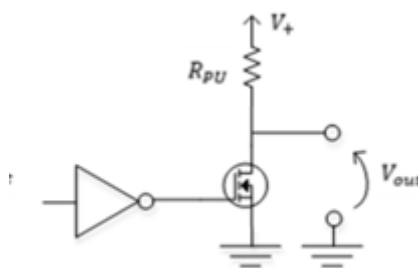

图 14
1.开漏输出最主要的特性就是高电平没有驱动能力，需要借助外部上拉电阻才能真正输出高电平，其电路如图 14所示。